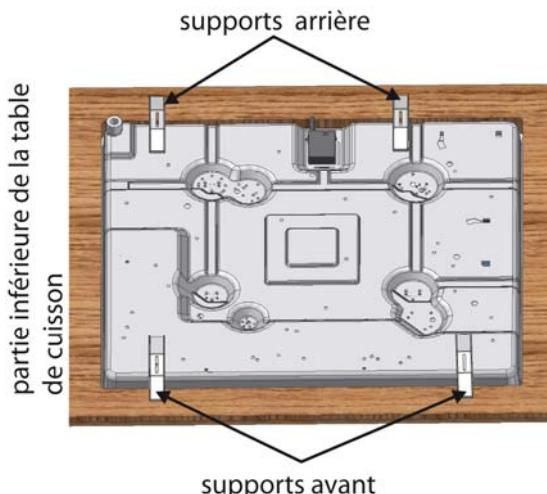

Fig. 9
5. Fixez la table de cuisson à l'aide des quatre supports inclus avec les autres pièces de montage (Fig. 9 et 10).